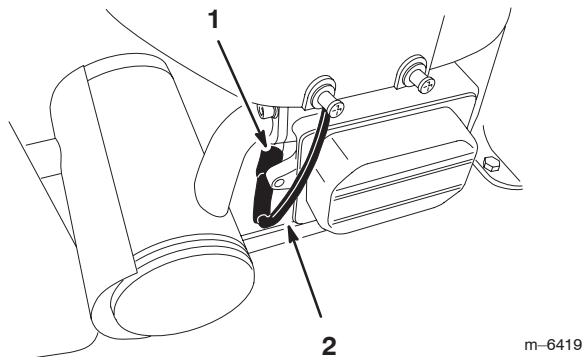

Figure 26
6. Débranchez la bougie (Fig. 26).
8. Déposez la bougie et sa rondelle métallique (Fig. 26).
3. Branchez la bougie (Fig. 26).